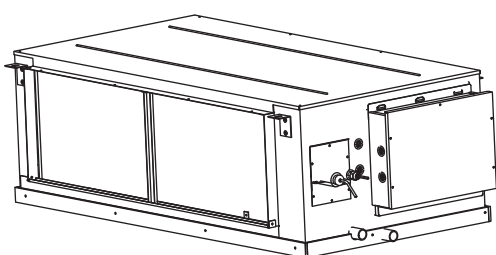

Рисунок 9-1
- 1) Выверните винты по периметру основания кондиционера, чтобы можно было снять это основание. (Рисунок 9-1, 9-2)